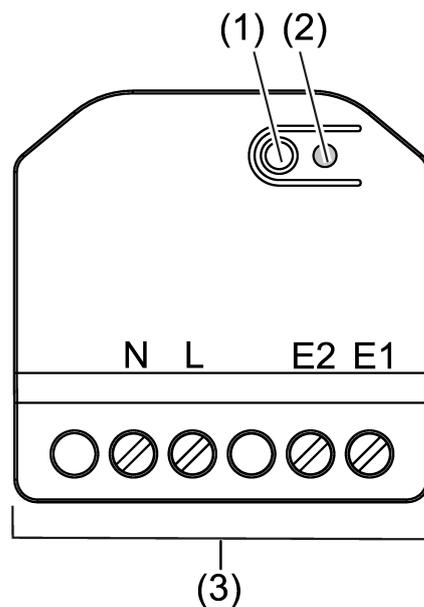

рисунок 1: Конструкция прибора
- Установите двоичный вход в монтажную коробку так, чтобы было видно кнопку **Prog** (1) и светодиодный индикатор состояния (2) (см. рисунок 1).